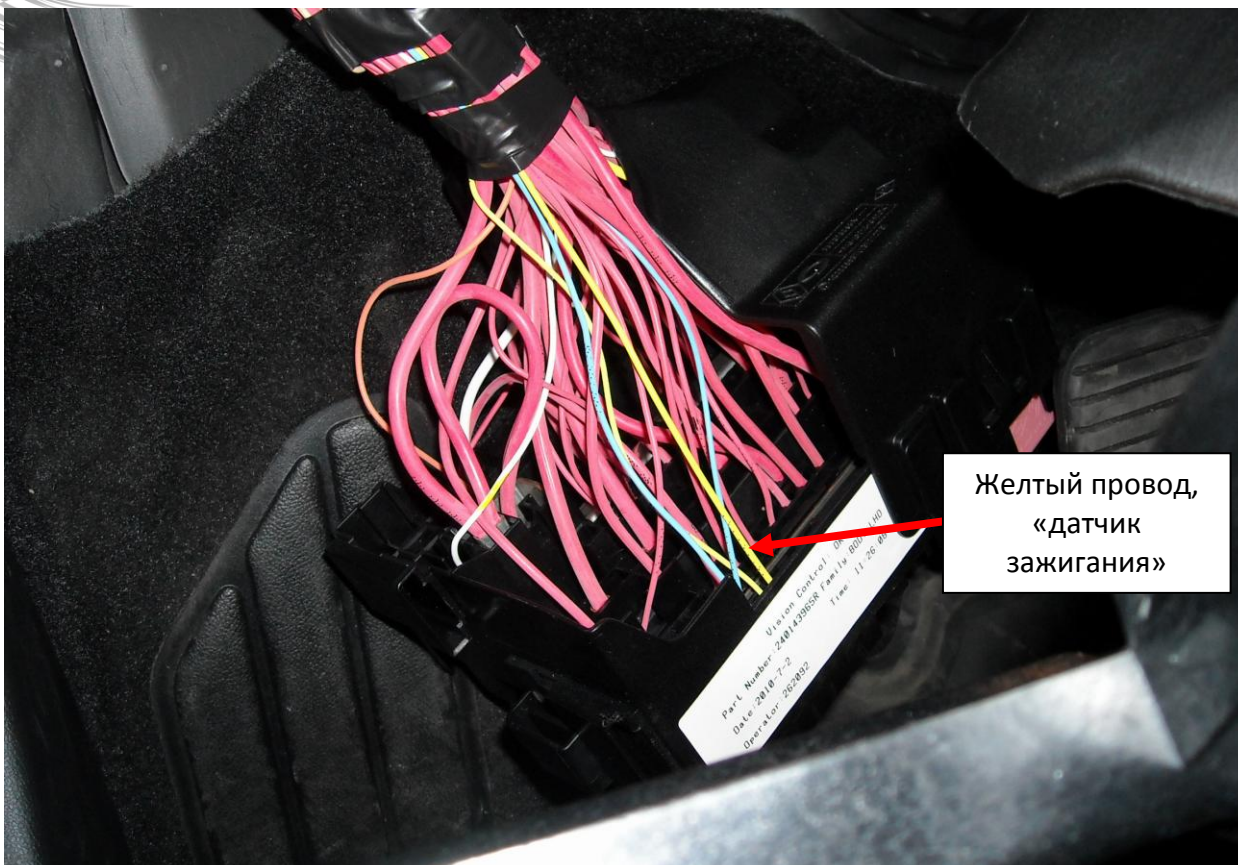

Рис. 4: Подключение датчика зажигания.
Для подключения датчика зажигания зеленый провод разъёма CN5 системы Scher-Khan Logicar 4 подключить к жёлтому проводу салонного блока предохранителей (260). См. рис. 4.